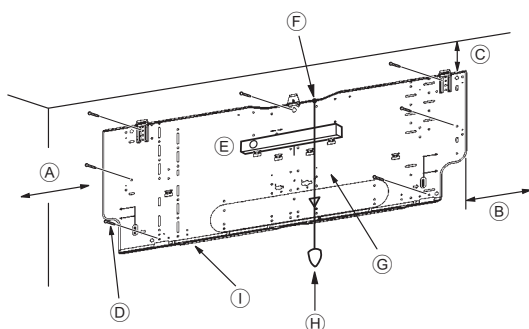
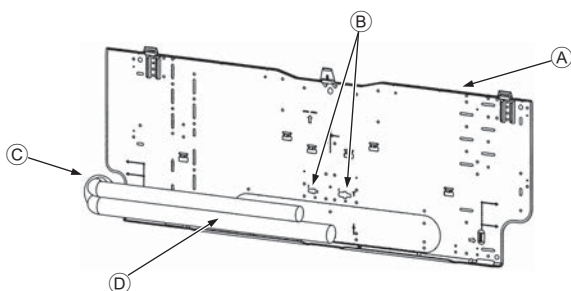
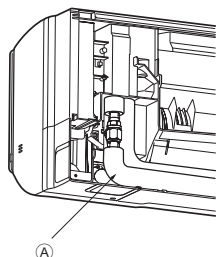

Fig. 3-4
Fig. 3-5
Fig. 3-6
■ PKFY-P-VKM-E (Fig. 3-4)
- Ⓓ Parafusos de fixação (4 × 25) ②
- Ⓛ Placa de montagem ①
3.3. Quando incorporar os tubos na parede (Fig. 3-5)
- Ⓐ Placa de montagem ①
Instalação do tubo de ligação em forma de L ④ Tubagem direita, esquerda e posterior (Fig. 3-6)
3. Virado na direcção em que o tubo de ligação em forma de L ④ irá ser removido, faça rapidamente a ligação à abertura de ligação de afunilamento da unidade interior.